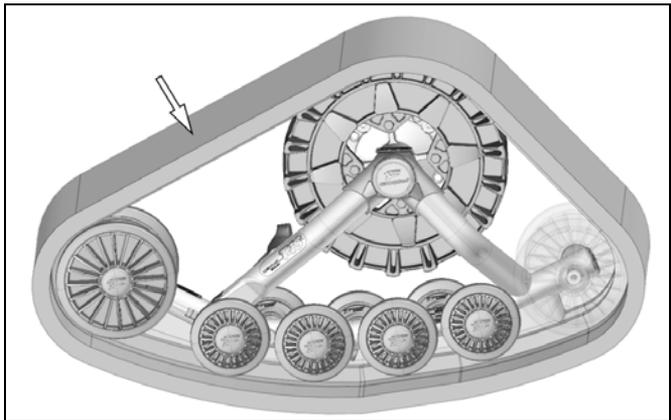

Figure 28
- Installer la chenille de caoutchouc. Voir la Figure 28.